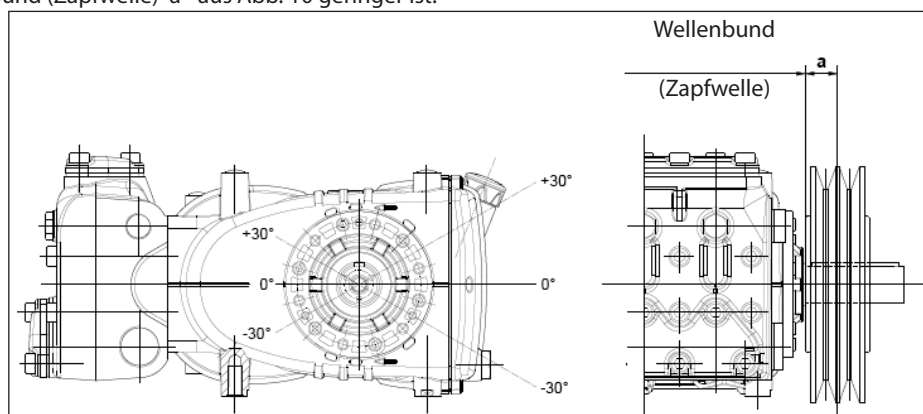

Abb. 10
Die radiale Belastung der Welle darf 7500 N (für die Definition der Anordnung erforderlicher Wert) nicht übersteigen. Der Antrieb gilt als richtig bemessen, wenn die Belastung bei einem maximalen Abstand **a=40 mm** vom Wellenbund (Zapfwelle) angewandt wird, siehe Abb. 10.
- b) Verwenden Sie Hochleistungsriemen - zum Beispiel **XPB** statt **SPB** - da hierbei weniger Riemen bei gleicher Leistungsübertragung benötigt werden und der Abstand zum Wellenbund (Zapfwelle) "a" aus Abb. 10 geringer ist.